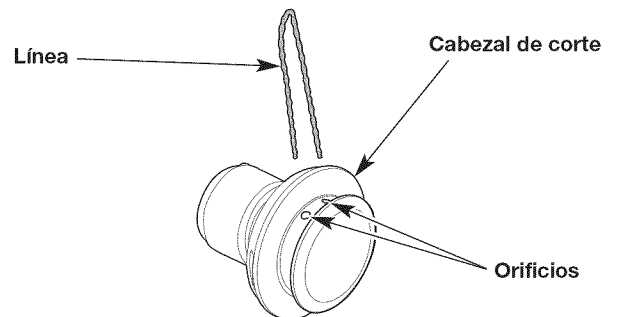
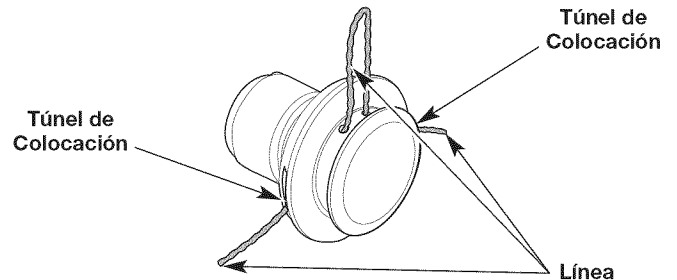

Fig. 13
Fig. 14
- Inserte los extremos de la línea en los orificios circulares grandes ubicados al costado del cabezal de corte (Fig. 13). Empuje la línea a través de los orificios hasta que ambos extremos salgan de los túneles de colocación (Fig. 14).